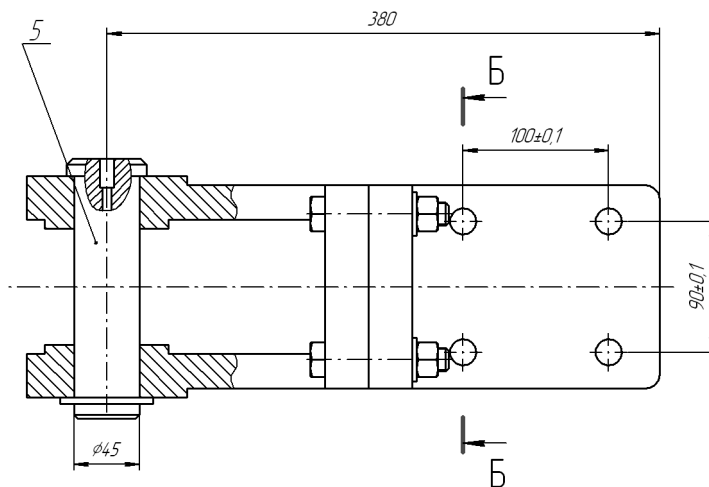

Рис. 53.24.
6. Сделайте текущим документ *ПК.02.06.00.00.cdw* и увеличьте во весь экран вид сверху, как это показано на рис. 53.24.